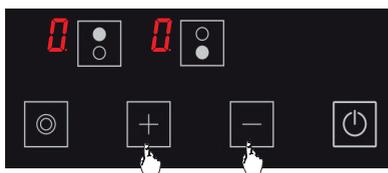

Figure 12
2. À l'aide des touches **+** et **-**, portez la température sur toutes les plaques de cuisson à **0**. (voir Fig. 12) La cuisinière s'éteindra d'elle même après 20 secondes